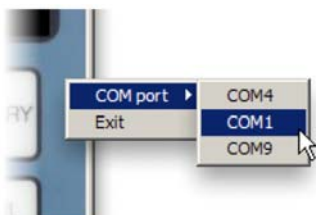

Рис. 9. Выбор последовательного порта
2. Для выбора коммуникационного порта щелкните правой клавишей мыши в любом месте окна эмулятора ННС. Появится всплывающее меню, позволяющее выбрать соответствующий порт (см. Рис. 9).